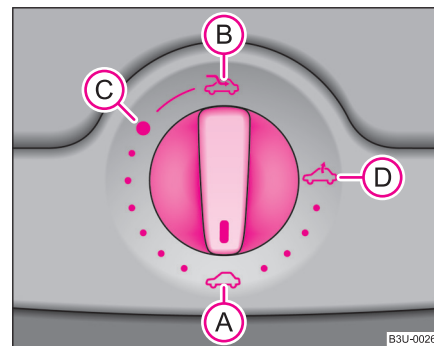

Fig. 30 Comutator rotativ pentru trapa/plafonul glisant electric
Trapa/plafonul glisant se poate deschide și închide când contactul este pus, de la comutatorul rotativ ⇒ fig. 30. Comutatorul rotativ are mai multe poziții.
- Rotiți comutatorul în poziția **(C)** ⇒ pagina 43, fig. 30.
- Rotiți comutatorul în poziția **(A)** ⇒ pagina 43, fig. 30.
fără activarea protecției la suprasolicitare apăsând comutatorul în poziția **(A)** ⇒ pagina 43, fig. 30 în față sau în spate, până când trapa se închide complet ⇒ ⚠️.
⇒ pagina 43, fig. 30 și să îl apăsați cca. 10 secunde. ■